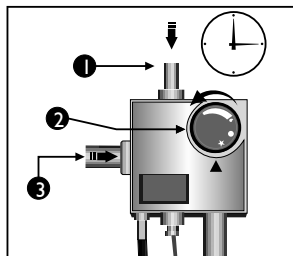

Figura 29
- Cuando el combustible llegue a la entrada de gas del termostato, ubique la perilla en la posición de piloto. Presione el botón de paso de gas al piloto durante 15 segundos (Ver figura 29).